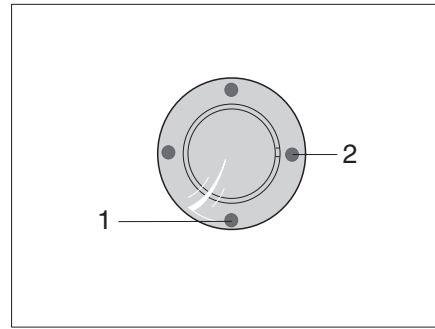
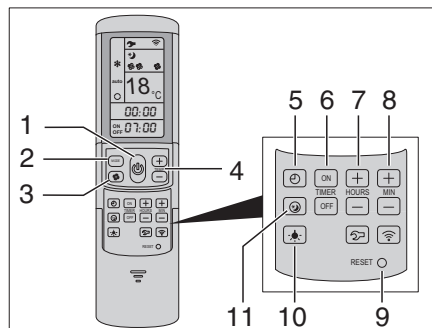

Fig. 317 Receptor IR/Indicación de la función
Fig. 318 Mando a distancia
La instalación de aire acondicionado está colocada en el techo del vehículo. El mando a distancia (Fig. 318) de la instalación de aire acondicionado está en la zona de la cocina.
- Conectar el vehículo a la alimentación de 230 V. La instalación de aire acondicionado está lista para el funcionamiento. El LED azul (Fig. 317,1) se enciende.
- Para conectar pulsar la tecla (Fig. 318,1) en el mando a distancia. El LED azul (Fig. 317,1) parpadea.
- Ajustar con la tecla MODE (Fig. 318,2) el modo de funcionamiento deseado.
- Si es necesario, ajustar con la tecla (Fig. 318,3) el nivel deseado del ventilador y con las teclas (Fig. 318,4) la temperatura ambiente.
Una vez alcanzada la temperatura ajustada en mando a distancia, el LED azul (Fig. 317,1) se apaga, el compresor se apaga y el ventilador de circulación de aire continúa funcionando.
- Para la desconexión pulsar de nuevo la tecla (Fig. 318,1) en el mando a distancia.
- Para la programación, encender la instalación de aire acondicionado con la tecla (Fig. 318,1) en el mando a distancia.
- Con la tecla (Fig. 318,2) ajustar el modo de funcionamiento deseado y con las teclas (Fig. 318,4) la temperatura ambiente.
- Con las teclas (Fig. 318,6) seleccionar la función deseada:
- Con las teclas (Fig. 318,7 y 8) seleccionar la hora de conexión deseada (15 minutos hasta 24 horas).
- Confirmar el ajuste con "ON" o "OFF" (Fig. 318,6).